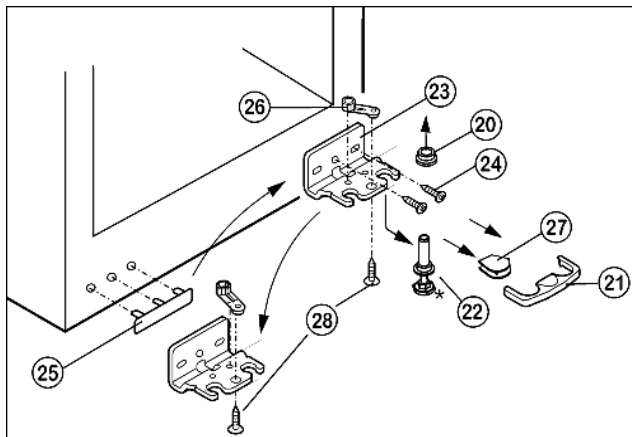

Fig. 5
- ▶ Предохранитель *Fig. 5 (21)* снимите движением вперёд.
- ▶ Снимите крышку *Fig. 5 (27)*.*
- ▶ Вытяните опорный палец *Fig. 5 (22)* вниз и вперёд. При этом следите за гнездом шарнира *Fig. 5 (20)*.
- ▶ Открутите опорный кронштейн *Fig. 5 (23)* (2 шт. Torx 25) *Fig. 5 (24)*.
- ▶ Открутите опорную деталь *Fig. 5 (26)* (1 Torx 25) *Fig. 5 (28)* и, переставив в отверстие на противоположной стороне опорного кронштейна, снова прикрутите.
- ▶ Осторожно приподнимите и переставьте крышку *Fig. 5 (25)* со стороны ручки.
- ▶ Снова прикрутите опорный кронштейн *Fig. 5 (23)* на новой стороне шарнира, при необходимости с помощью аккумулятора шуруповёрта через внешний продольный паз и круглое отверстие.
- ▶ Установите крышку *Fig. 5 (27)* на противоположной стороне.*
- ▶ Предохранитель (21) нужно зафиксировать сбоку на кронштейне, чтобы опорный палец и двери были защищены от выпадения.
- ▶ Снова защелкните предохранитель (21) на опорном кронштейне.
- ▶ Наденьте гнездо шарнира Fig. 5 (20).
- Установите дверцу сверху на нижний опорный палец *Fig. 5 (22)*.
- ▶ Переставьте средний винт на нижнем опорном кронштейне *Fig. 5 (23)* в свободный продольный паз.
- ▶ При необходимости выравнивайте дверцы через два продольных паза в нижнем опорном кронштейне *Fig. 5 (23)* параллельно корпусу устройства.